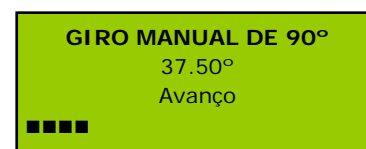

Figura 28.
- **Modo de rotação manual introduzindo previamente um ângulo por teclado.** Para aceder a este modo, tecle o ângulo requerido e prima o pedal. Ao premir o pedal, a máquina começa a girar em sentido de avanço e no ecrã visualiza a informação que se mostra na Figura 28.